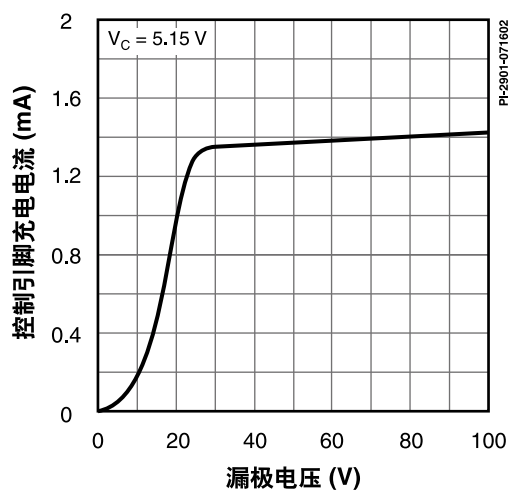

图13. IC与漏极电压之间的关系
- E. *LinkSwitch*在漏极电压低于 $36\text{ V}$ 的情况下也可以启动和工作。但是, 控制脚的充电电流会减少, 这会影响启动时间、自动重新启动频率和自动重新启动占空比。关于低压工作的特性情况, 请参阅图13中控制引脚充电电流( $I_C$ )与漏极电压之间关系的特性曲线。